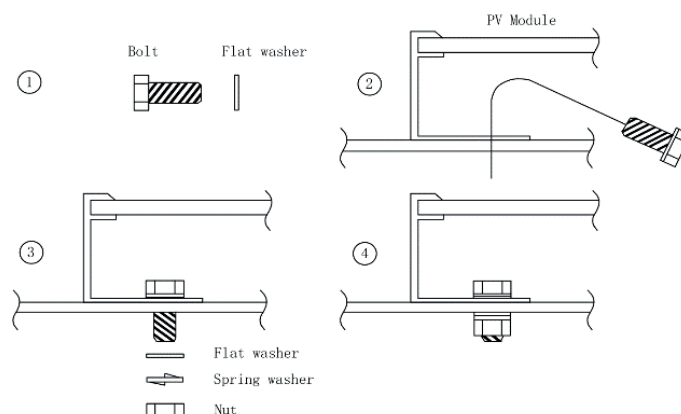

Figure 3
- La méthode et les spécifications des pièces de fixation sont indiquées dans la Figure 3 ci-dessous :